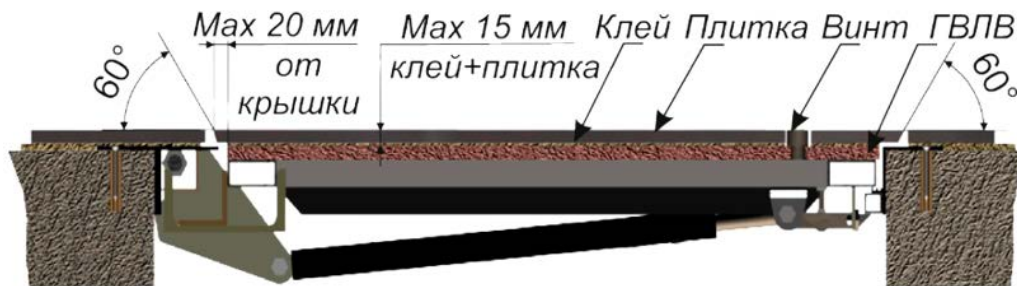

Рис. 2
-Допустимый «вылет» плитки за пределы крышки люка (рис.2) со стороны петли не более 20 мм (во избежание залама плитки крышки люка, при ее открывании), с трех других сторон не более половины ширины рамы п. 1 (рис.1).
7. Запилить плитку (облицовочный материал) крышки со стороны петли и со стороны замка под 60° для того, чтобы край плитки не задевал край плитки пола при открывании (рис.2);
ПОМНИТЕ! Толщина напольного покрытия (включая подложку или клеевой слой) должна быть не более 15 мм (рис.2)
9. После застывания клея укоротите винт (предварительно выкрутив), так, чтобы его верхний край был по уровню плитки (рис.2).